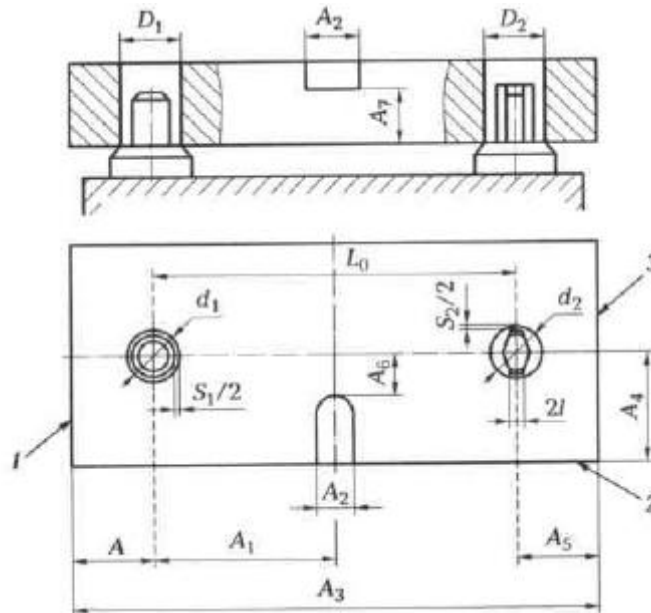

Рисунок 3 - Базирование по цилиндрическому и срезанному пальцам
3. При установке заготовок на плоскость и два отверстия обрабатывают поверхности  $A1$ ,  $A2$ ,  $A3$ ,  $A4$ ,  $A5$ ,  $A6$  и  $A7$  (см. рис. 3). Требуется построить схему базирования и определить погрешность базирования для указанных размеров, если известно, что базовые отверстия заготовок  $D_1$  и  $D_2$  выполнены с допуском  $T_{D1} = T_{D2} = 0,013$  мм, установочные пальцы  $d_1$ , и  $d_2$  - с допуском  $T_{d1} = T_{d2} = 0,009$  мм, а минимальный зазор в сопряжении базовых отверстий с установочными пальцами  $S_{1min} = S_{2min} = 0,007$  мм. Размер между осями базовых отверстий  $L_0 = (150 + 0,05)$  мм;  $A = A_5 = 130^{+0.15}$  мм.
Для представленной на чертеже сборочной единицы (рис. 3, а), состоящей из штифта (рис. 3, б) и основания (рис. 3, в), определить: